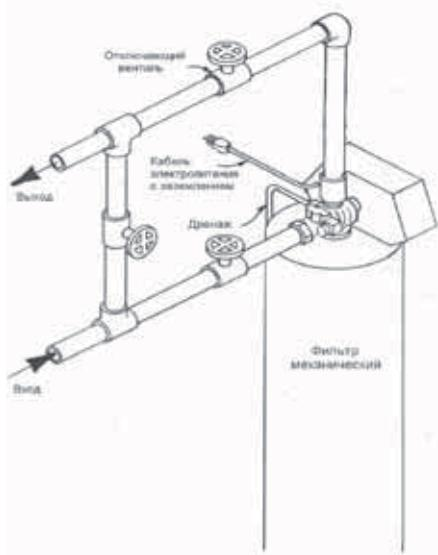

Рис.1
8. Подключите установку в разрыв магистрали подачи холодной воды, используя стандартную трубную арматуру и фитинги. Для удобства запуска, эксплуатации и обслуживания оборудования необходимо предусмотреть байпасную линию (рис.1).